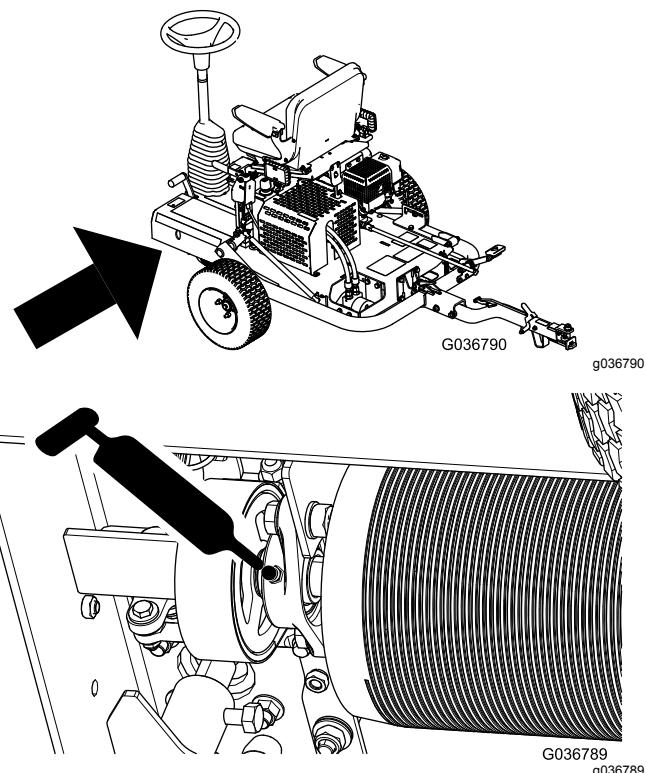

図 29
2. 図 29 のようにしてフィッティングからグリスを注入する。